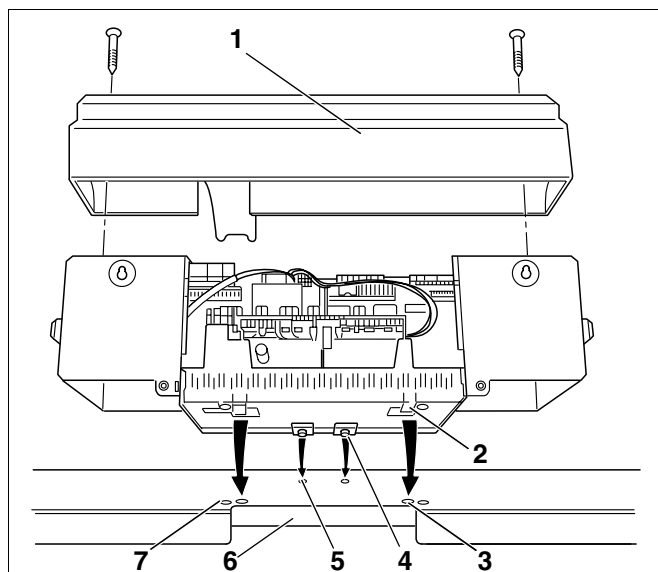
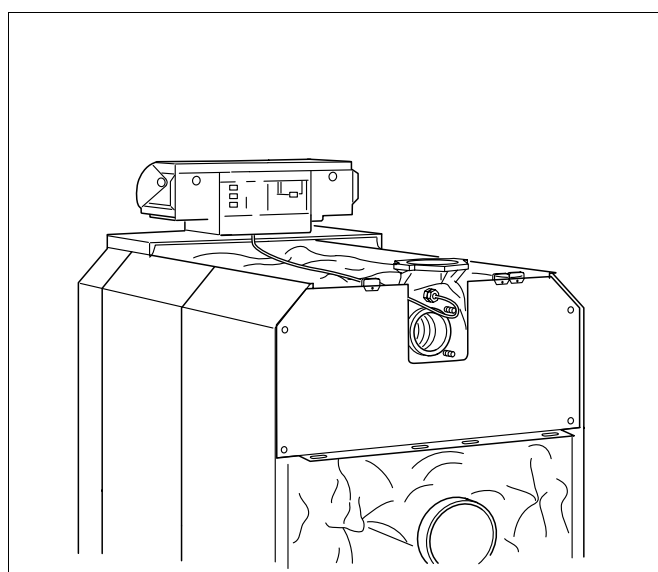

Fig. 60 Montering af instrumentpanel
Fig. 65 Kedel med monteret instrumentpanel
- Løsn de to skruer i bagstykket (fig. 60, **pos. 1**). Løft bagstykket af.
- Sæt instrumentpanelet på. Sæt krogene foran på instrumentpanelet (fig. 60, **pos. 4**) ind i de ovale huller på den forreste topplade (fig. 60, **pos. 5**). Træk instrumentpanelet fremad, og vip den derefter bagud. De elastiske kroge (fig. 60, **pos. 2**) skal gå i indgreb bagest i de firkantede åbninger på den forreste topplade (fig. 60, **pos. 3**).
- Skru instrumentpanelet sokkel på den forreste topplade (fig. 60, **pos. 6**) med to pladeskruer til venstre og højre for kabelgennemføringen (fig. 60, **pos. 7**).
- Skru bagstykket (fig. 60, **pos. 1**) fast på instrumentpanelet sokkel igen med to pladeskruer (fig. 65).